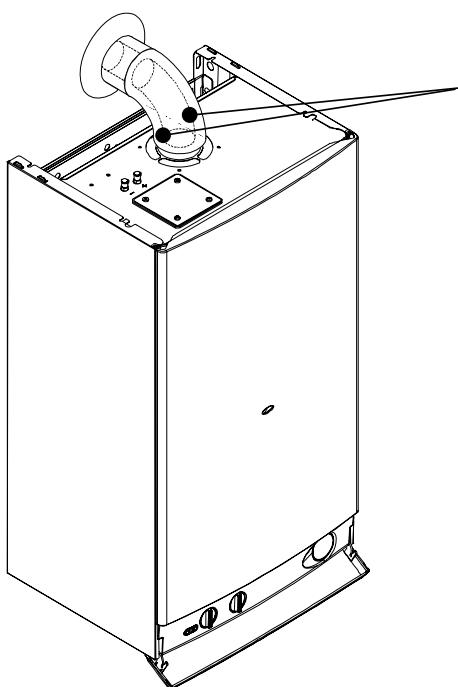

Fig. 6.8
- 1 Remove the plugs indicated in Fig. 6.8.
- 1 Снимите заглушки, показанные на рис. 6.8